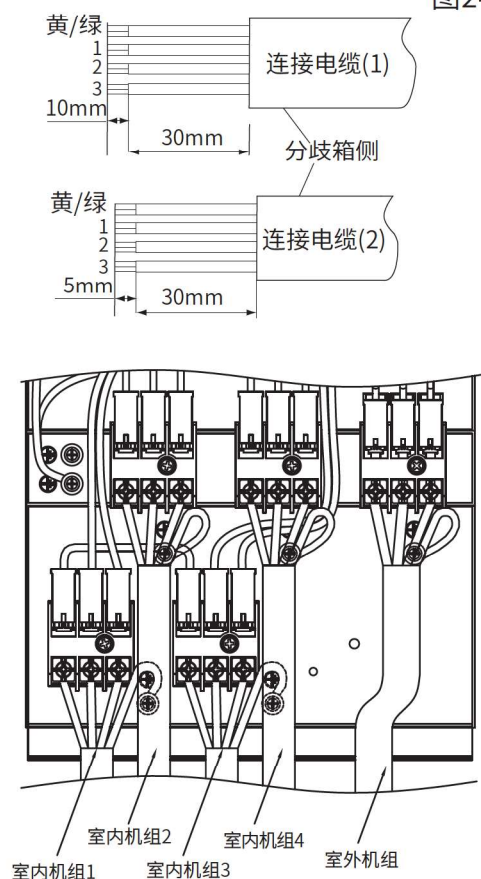

图24-2
分歧箱电线连接如图24-2所示。
- (3) 按照图24-2端子台下方的文字，连接对应的室内/外机连接电缆线。
- (4) 用连接线压板固定连接电缆。